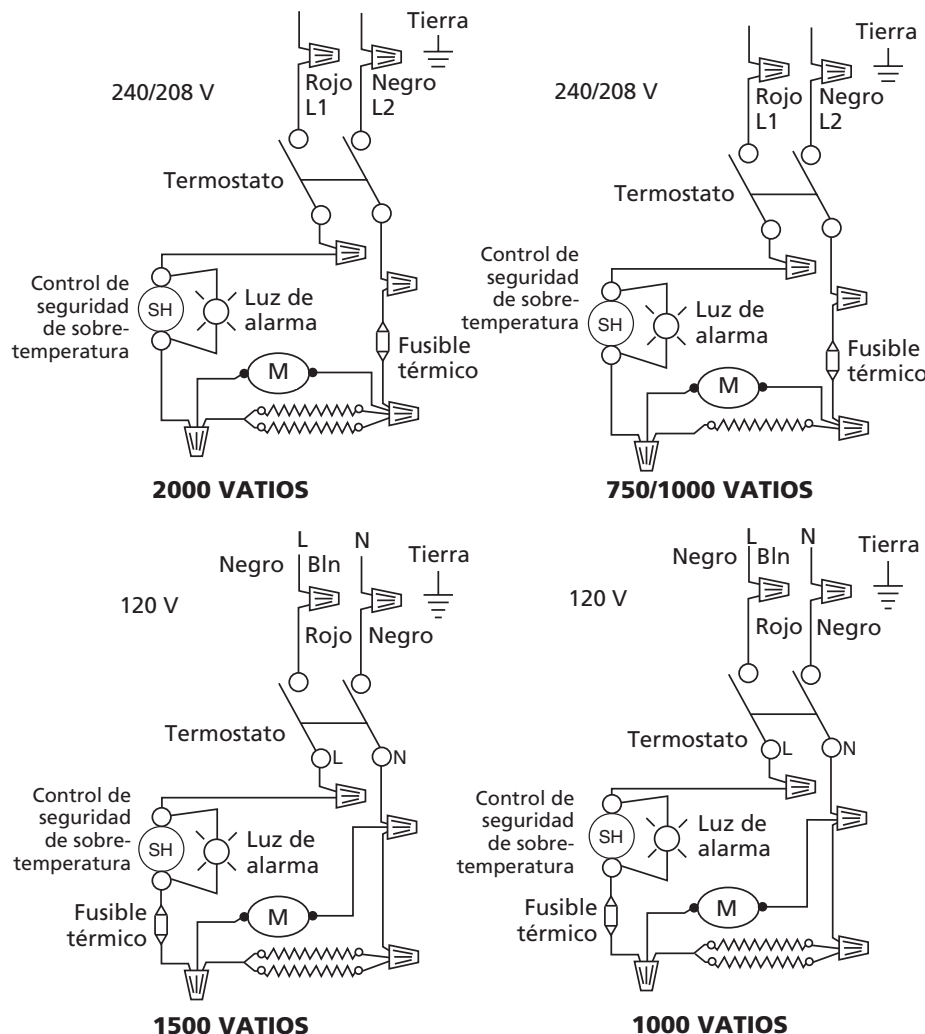

Figura 4
- Conecte los conductores del cable de conductores de suministro eléctrico a los conductores flexibles del calentador (consulte la Figura 4, página 4). Conecte el conductor de tierra al conductor verde de conexión a tierra.